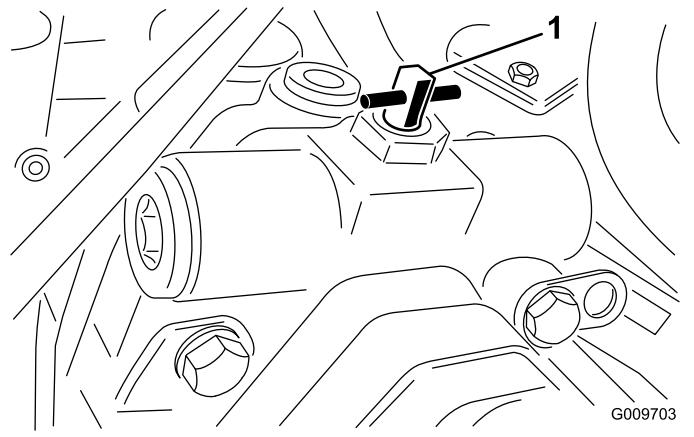

Bild 102
- Schließen Sie das Abschlepp-Sicherheitsventil indem Sie es um 90° zurückdrehen (eine Viertelumdrehung), bevor Sie den Motor anlassen. (**Bild 102**).